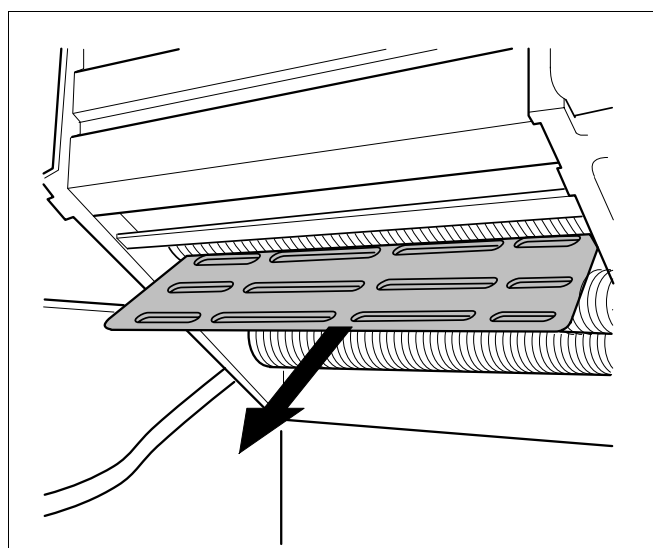

Fig. 38 Plaque du diffuseur d'air
- Enlever la plaque de diffuseur d'air (fig. 38).